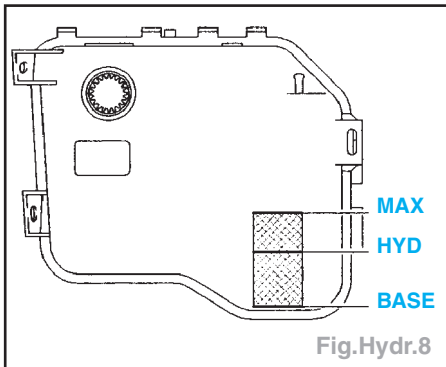

Fig.Hydr.8
- Repère MAXI sur réservoir (Fig.Hydr.8) :